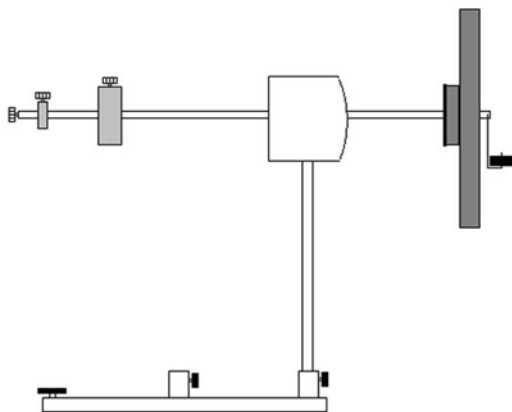

Fig. 2: Präzession
- Gyroskop gemäß Fig. 2 aufbauen und ins Gleichgewicht bringen.